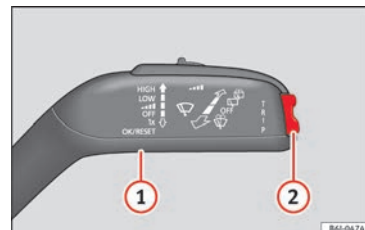

Abb. 25
» Abb. 25.
» Abb. 25
- 2 Nach oben oder unten drücken um ein Untermenü aufzurufen » Abb. 25